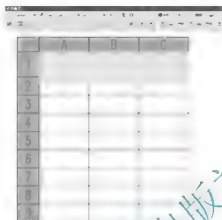

图 3.118 输入表格单元数据
① **【插入方式】**: 选择**【指定插入点】**单选按钮, 通过指定表格左上角的位置来定位表格。
② **【列和行设置】**: 设定列数、列宽、行数和行高。
(2) 单击**【确定】**按钮关闭对话框, 在**指定插入点**: 提示下, 在绘图区域单击一点以确定表格左上角的位置。
(3) 此时在绘图区域插入了一个空白表格, 并且同时打开文字编辑器, 此时可以开始输入表格内容, 如图 3.118 所示。依次输入相应文字, 按 Tab 键可以切换到下一个单元格, 也可用光标切换单元格, 结果如图 3.119 所示。